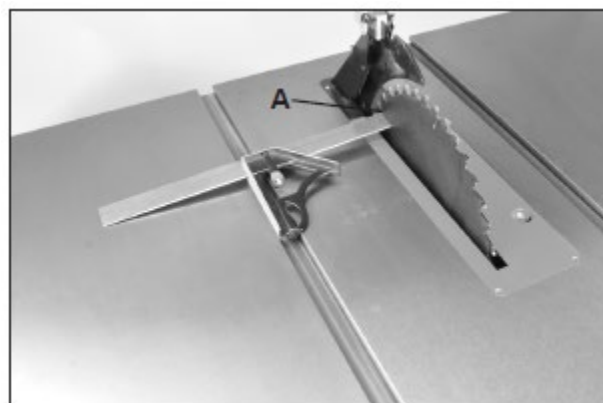

Рис. 31
6. Произвести измерения сзади пильного диска (рис. 31, А) комбинированным угольником. При наличии разницы свыше 0,25 мм между линейкой и пильным диском необходимо произвести регулировку стола. См. ниже **РЕГУЛИРОВКА ВЫРАВНИВАНИЯ ПИЛЬНОГО ДИСКА.**